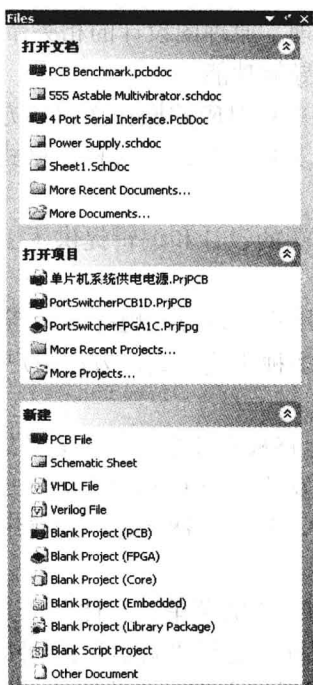

图 1-4 “Files”对话框
- 创建原理图文件可以通过主窗口中的菜单“文件”→“创建”→“原理图”方式。也可以直接单击工具栏中的  图标，选择“新建”窗口中的“Schematic Sheet”，如图 1-4 所示。
- 创建 PCB 文件可以通过主窗口中的菜单“文件”→“创建”→“PCB 文件”方式。也可以直接单击工具栏中的  图标，选择“新建”窗口中的“PCB File”，如图 1-4 所示。